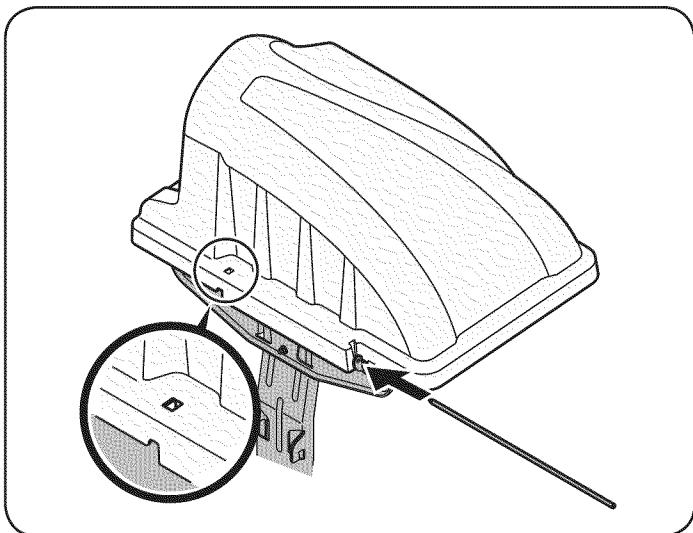
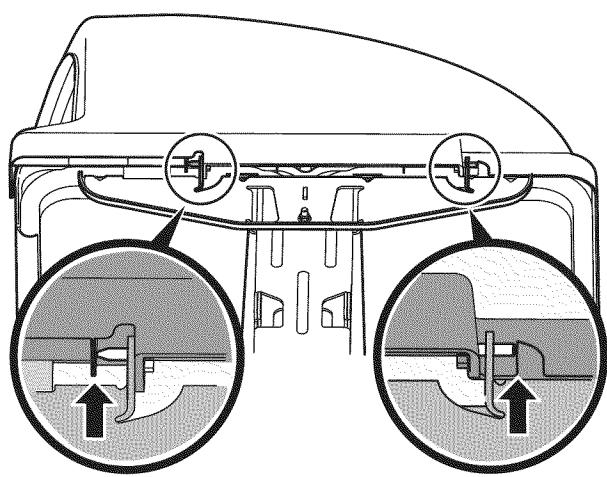

Figure 12
Figure 13
- Deslice el pasador de la bisagra en el orificio situado en la ficha de montaje, como en la Figure 12. Utilice la ventana de cut-out (ver recuadro de la Figure 12) para alinear la bisagra pasador en la otra clavija lateral y empujar todos hasta que alcance el tope. En este punto los clips en lugar y está asegurado por una ficha en la tapa del contenedor. Vea la Figure 13.